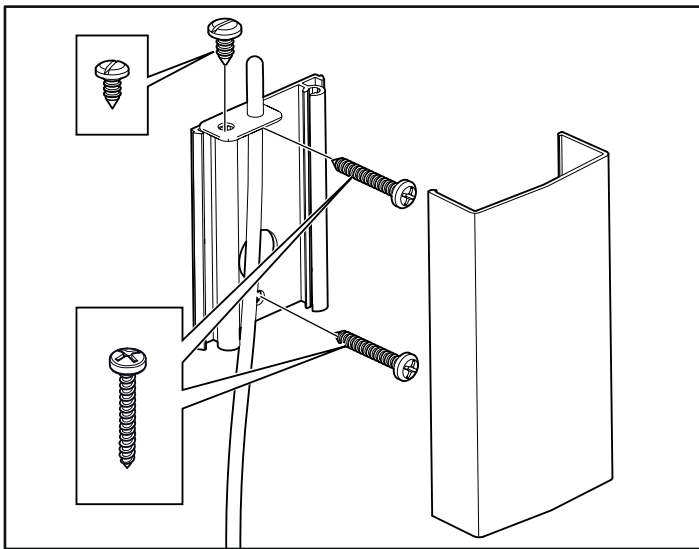
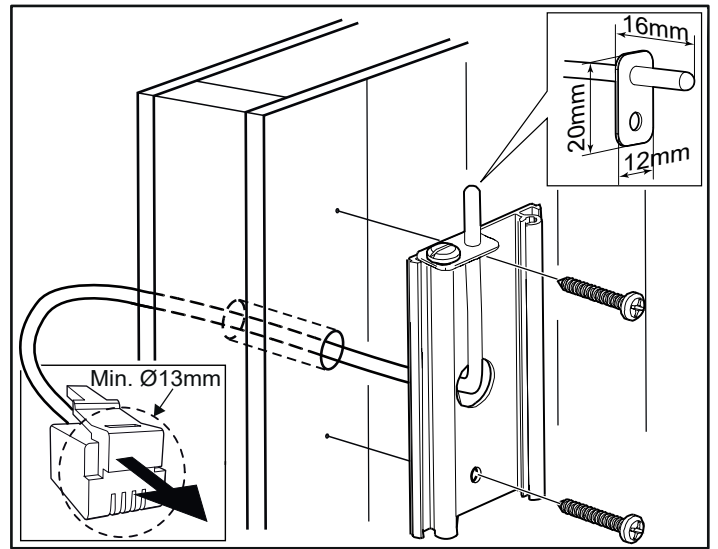

Fig 15: Montering av sensorn
Fig 16: Ledningsdraging genom vägg.
13. Montera sensorn på väggen se Fig 15. Termistorledningen kan även dras igenom väggen. Täta eventuella hål i väggen bakom sensorn, se Fig 16. Termistorledningen kan förlängas utanför bastun med svagströmsledning (2-ledare).